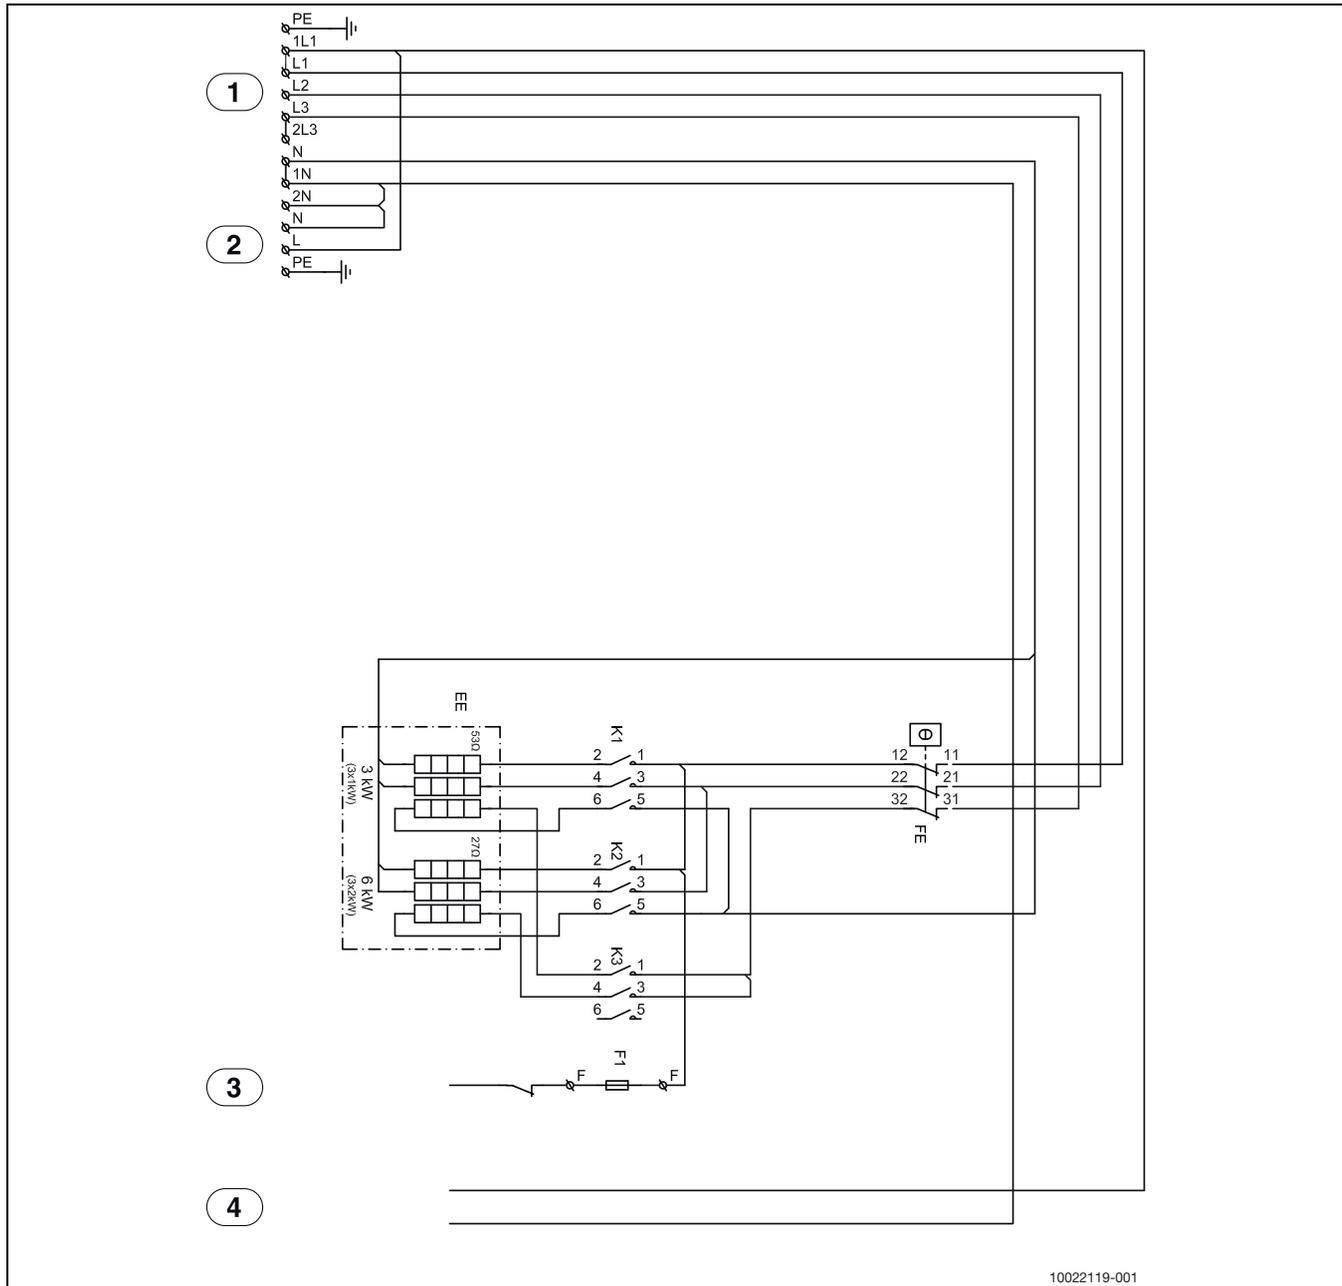

Bild 52 Spannungsversorgung Wärmepumpe und Inneneinheit 9 kW
- [1] 230 V ~ Betriebsspannung ([5] Abb. 52 oder [4] Abb. 52)
- [2] Alarmausgang Elektro-Heizeinsatz/Druckwächter ([4] Abb. 52 oder [3] Abb. 52)